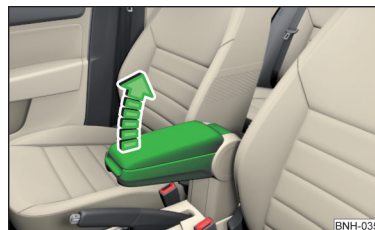

Abb. 61
- Die Armlehne in Pfeilrichtung in eine der fünf Raststellungen anheben » Abb. 61.